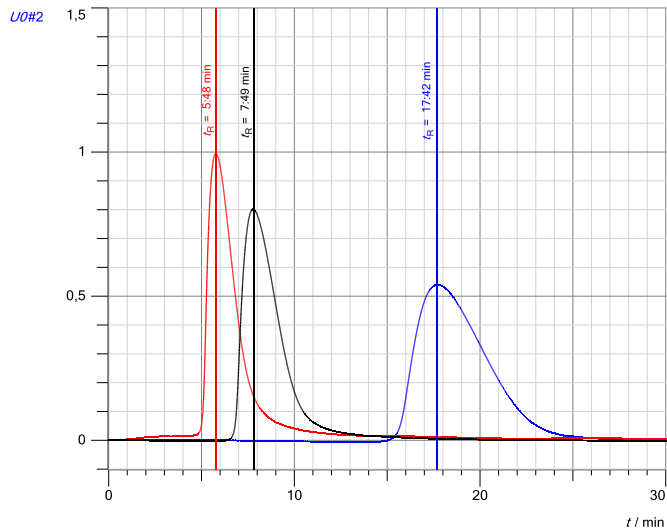

Abb. 2: Der Einfluss der Temperatur auf die Retentionszeiten von Ethanol. Temperaturen: rot: 65 °C; schwarz: 45 °C; blau: 25 °C.
Wird die GC-Säule von außen durch ein Wasserbad auf verschiedene Temperaturen temperiert, so ändert sich die Retentionszeit der aufgetrennten Substanz, hier Ethanol, deutlich (siehe Abb. 2).
3. Je höher die Temperatur ist, desto früher eluiert eine Substanz von der Säule und desto spitzer ist das Signal (siehe Abb. 2 beispielhaft für Ethanol und Tab. 2 für alle untersuchten Alkohole). Bei höheren Temperaturen stellen sich die für die Trennung verantwortlichen Gleichgewichte schneller ein, so dass Diffusionsprozesse keine große Rolle mehr spielen.